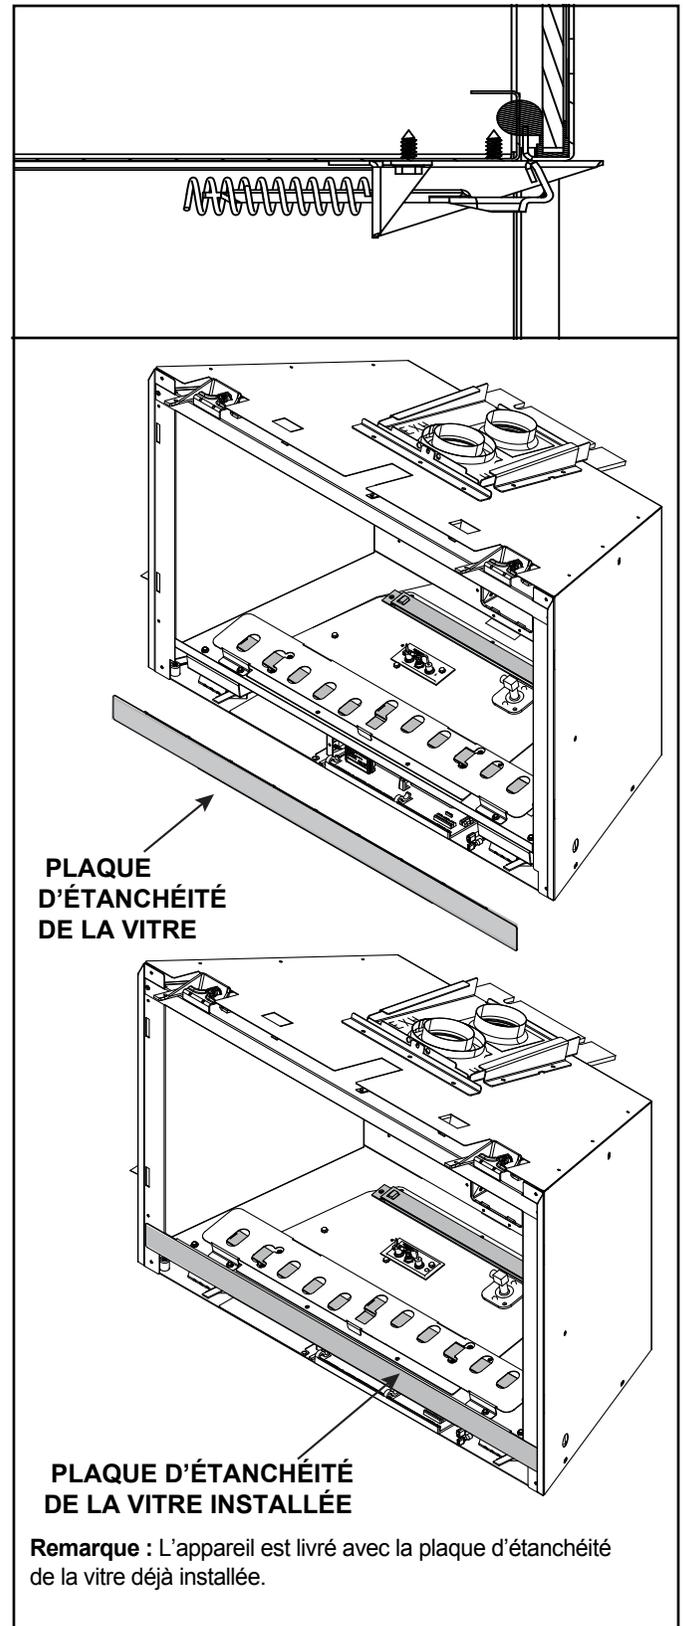

Figure 9.2 Plaque d'étanchéité de la vitre
- Le panneau de verre fixe s'attache au foyer en quatre points. Quatre des mécanismes d'attache sont constitués de verrous à ressort. Un exemple de verrou de vitre est montré à la Figure 9.2.
- Vérifier que la plaque d'étanchéité de la vitre est bien installée. Voir la Figure 9.2.